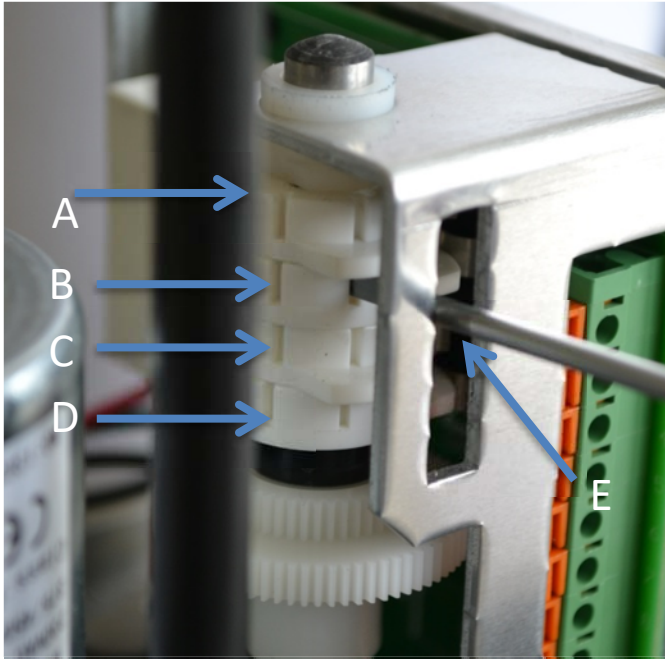

Abbildung 8: Einstellung der Schaltnocken für Endschalter
- Nocke des ZU-Endschalters (Abb. 8; D) mit einem geeigneten Schraubendreher (4 mm Klingenbreite) soweit im Uhrzeigersinn drehen, bis der Mikroschalter hörbar klickt.
- Nocke des AUF-Endschalters (Abb. 8; C) mit einem geeigneten Schraubendreher (4 mm Klingenbreite) soweit entgegen dem Uhrzeigersinn drehen, bis der Mikroschalter hörbar klickt.
Nutzen sie den in Abbildung 8 mit E gekennzeichneten Steg als Gegenlager für den Schraubendreher beim Einstellen der Schaltnocken!
- Nocke des ZU-Zusatz-Endschalters (Abb. 8; B) mit einem geeigneten Schraubendreher (4 mm Klingenbreite) soweit im Uhrzeigersinn drehen, bis der Mikroschalter hörbar klickt.
- Nocke des AUF-Zusatz-Endschalters (Abb. 8; A) mit einem geeigneten Schraubendreher (4 mm Klingenbreite) soweit entgegen dem Uhrzeigersinn drehen, bis der Mikroschalter hörbar klickt.